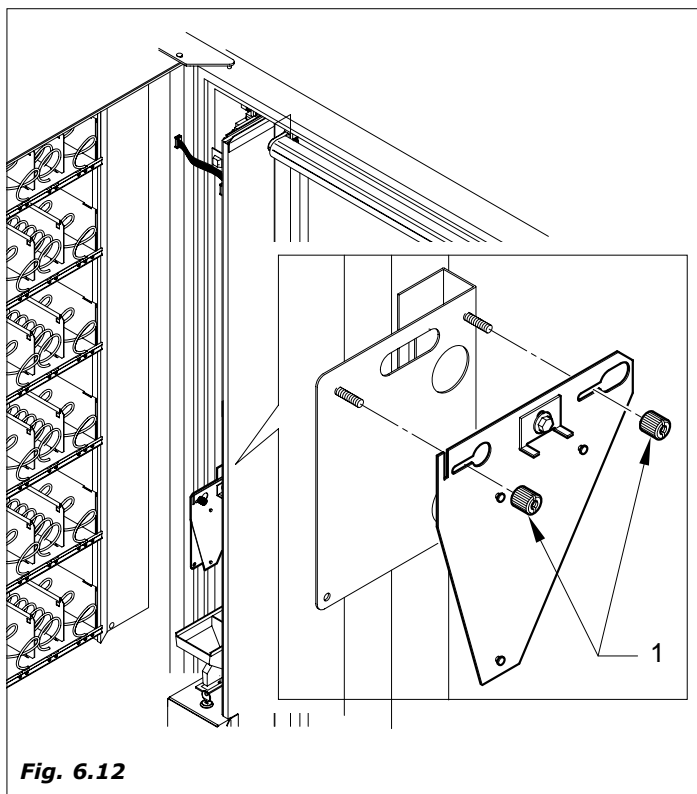

Fig. 6.12
- destornillar los dos botones (Fig.6.12-pos.1)
- retirar la abrazadera de sostén de la máquina (Fig.6.12)
- bloquear la abrazadera a través de los dos botones (Fig.6.12-pos.1)